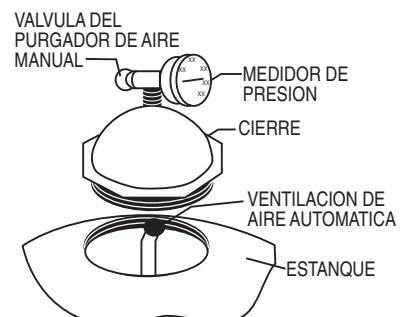

Figura 1.
- Pivotee el difusor fuera del centro del estanque en los TR40, 50, 60, TR60 ClearPro, 100 y 140 rotando el conjunto del difusor en el sentido contrario en que giran las manillas del reloj. (**AVISO:** El conjunto del multidifusor no se debe mover en los modelos TR100HD, TR100C, TR100C-3 y TR140C, TR140C-3. Despues de instalar el material del filtro tal como se ha descrito a continuación revise para verificar que las partes superiores de los difusores estén paralelas con la parte superior de la capa do arena.) Llene el estanque con agua hasta alrededor de la mitad. Vacie gravilla primero (si se va a usar) y luego arena en la parte superior del filtro lentamente de modo que el impacto del material del filtro no daño los laterales. Vea la información en la Tabla 2 en este manual para verificar la cantidad de arena y grava adecuada. Llene el filtro al nivel adecuado para mantener el espacio libre (vea la Tabla 2). Pivotee el conjunto del difusor de nuevo a su posición vertical si es que se movió. Asegúrese que la ventilación de aire automática está sobresaliéndose en la parte superior del cierre tal como se indica a continuación en la Figura 1. Asegúrese que la ventilación de aire automática está en el centro del cierre del filtro. Lave toda la arena alrededor de la abertura rosada en la parte superior del estanque.